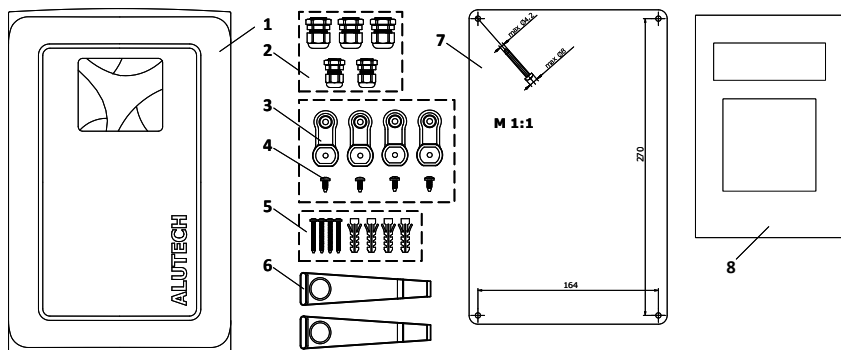
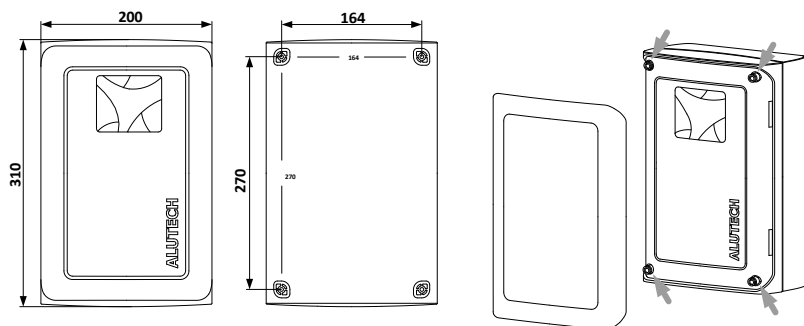
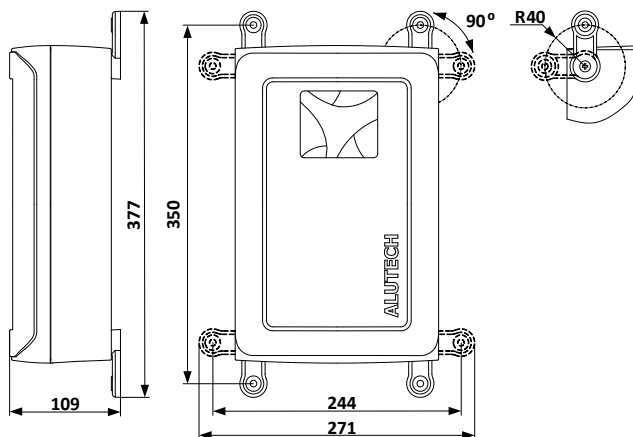

Рисунок 1. Комплект поставки
Рисунок 3. Габаритные и монтажные размеры блока управления при скрытом монтаже
Рисунок 4. Габаритные и монтажные размеры блока управления с использованием внешних креплений
Тип крепежных деталей (дюбели, самонарезающие винты и т.п.), установите в зависимости от материала и толщины поверхности (стены), на которую устанавливается блок управления. Для крепления блока в комплекте имеется четыре дюбеля с винтом **5 (Рисунок 1)**. Если они не подходят, то требуемые крепежные детали приобретите самостоятельно.
**ВАРИАНТ 1** — Монтаж с помощью четырех скрытых монтажных отверстий блока (**Рисунок 3**). Для доступа к отверстиям необходимо открыть крышку корпуса блока открутив четыре винта, предварительно аккуратно сняв рамку крышки. Для разметки отверстий на поверхности воспользуйтесь шаблоном **7 (Рисунок 1)** из комплекта блока.
**ВАРИАНТ 2** — Монтаж с помощью четырех внешних креплений (**Рисунок 4**). На основании корпуса блока управления с помощью винтов **4 (Рисунок 1)** установите под необходимым углом крепления **3 (Рисунок 1)**. После чего разметьте на поверхности монтажа точки крепления и закрепите блок.